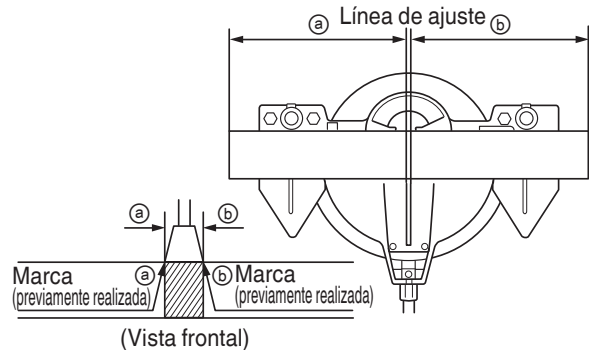

Fig. 16
- Como se muestra en la Fig. 16, la anchura de la hoja de sierra es la de corte. Por lo tanto, deslice la pieza de trabajo hacia la derecha (vista desde la posición del operador) cuando desee la longitud ①, o hacia la izquierda cuando desee la longitud ②.